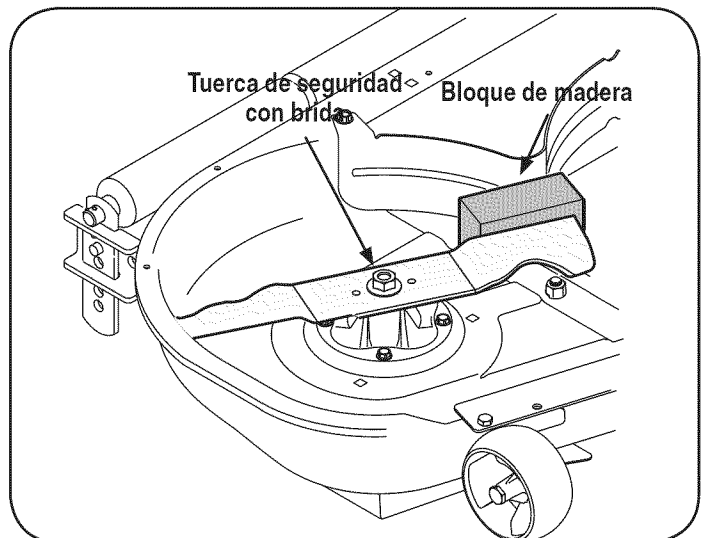

Figura 18
- Coloque un bloque de madera entre el deflector del alojamiento central de la plataforma y la cuchilla de corte, para que actúe como estabilizador. Vea la Figura 18.
- Extraiga la tuerca de brida hexagonal que asegura la cuchilla al montaje del husillo. Vea la Figura 18.